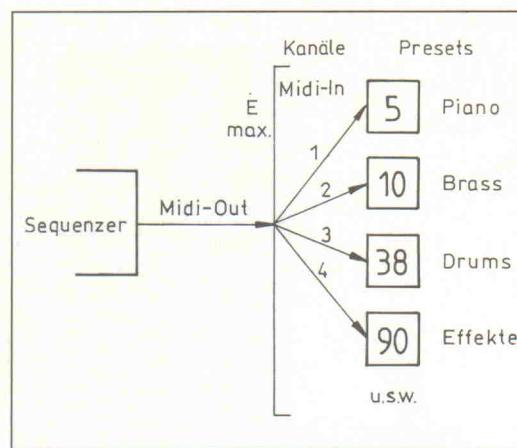

Bild 10. Die Steuerung des EMAX über eine Midi-Schnittstelle ist recht komfortabel.
Um die meisten Instrumente darstellen zu können, benötigt man mehrere Sampels verteilt auf das gesamte Keyboard. Will man nun mehrere solcher Multisamps zeitlich parallel über einen Sequencer steuern taucht ein Problem auf: Jeder Synthesizer — egal ob Poly oder Multimode — kann immer nur einen Sound oder eine Gruppierung von Sounds zur gleichen Zeit spielen, nämlich immer soviel, wie man auf einer Tastatur unterbringen kann. Dies würde auf dem Sampler bedeuten, daß Streicher, Bläser, Bass, evtl. Schlagzeug innerhalb einer Tastatur unterzubringen sind. Das wird knapp, wie man sich denken kann. Ein für Midi-Recording brauchbarer Sampler sollte also die Fähigkeit besitzen, die in seinen verschiedenen Presets untergebrachten Multisamps über verschiedene Midi-Kanäle ansprechen zu können. Leider verfügen bisher nur der EMAX, der S550 und der S50 mit Einschränkungen über diese Möglichkeit. Beim EMAX nennt sich die ganze Sache Supermode (R). Über ihn können sechzehn der hundert möglichen Presets den sechzehn Midi-Kanälen zu geordnet (Bild 10) und in sogenannten Supermode-Maps abgelegt werden. Die Zuordnung der acht vorhandenen Stimmen ist nicht starr, sondern jedes Preset kann bis zu acht Stimmen spielen. Die Gesamtzahl von acht Stimmen kann selbstverständlich nicht überschritten werden. Beim S550 wird die Zuordnung ähnlich gelöst.